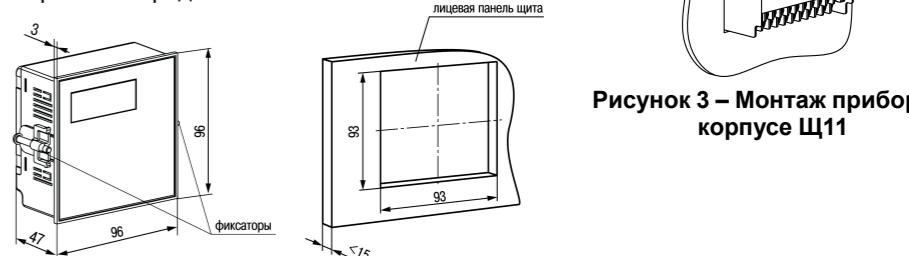

Рисунок 4 – Габаритные размеры корпуса Щ11
- Подготовить на щите управления монтажный вырез для установки прибора (см. рисунок 4).